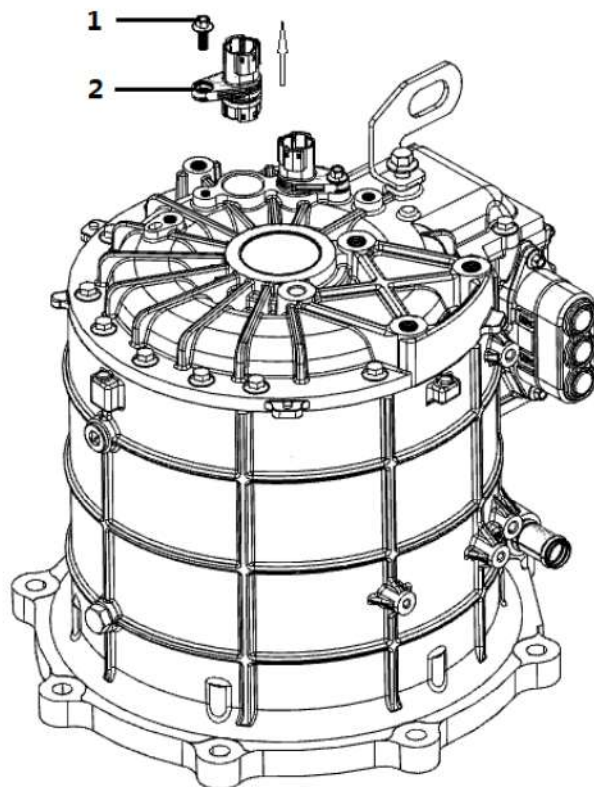

图3
① 用扳手将M6*10六角头螺栓（1）扭下来。
② 将温控接插件（2）取出来，斜口钳将温控接插件中间部分取下。
③ 取新的温控接插件连上旋变引线端插件，在温控接插件装配面涂上一层润滑油，箱体配合孔也涂上一层润滑油。再将温控接插件插入后箱体配合孔内。最后将M6*10六角头螺栓（1）扭上，扭力为12 N·m。（见图3）